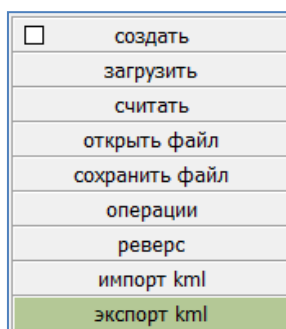

Рисунок 71 – Окно группы кнопок инструмента «Маршрут»
9.2 Инструмент «Маршрут» предназначен для открытия/закрытия окна, содержащего группу кнопок, позволяющих создавать, сохранять и загружать в автопилот БВС полетное задание (Рисунок 71).